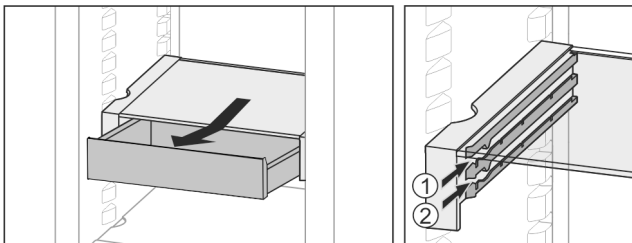

Fig. 36
- ▶ L'insérer à n'importe quelle hauteur Fig. 36 (1) ou Fig. 36 (2).